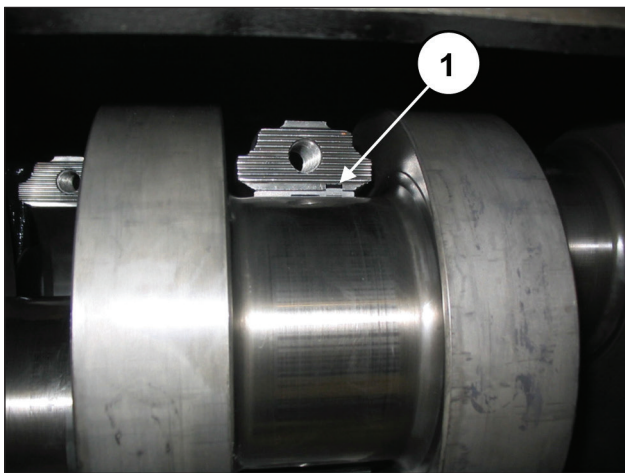

图58
为了正确安装半轴承，应确保半轴承的基准平键定位在半连杆（部件号①，图58）的专用底座中。